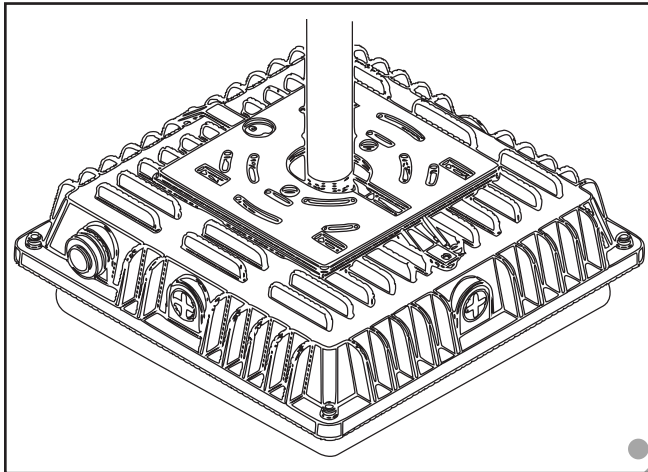

Figura 3.
1. Pase los terminales de entrada por un tubo para conducto roscado de 6 in x 3/4 in (15,24 x 1,9 cm) (no provisto), aplique silicona RTV entre las roscas y atornille el tubo para conducto en la rosca de la luminaria (Figura 3).